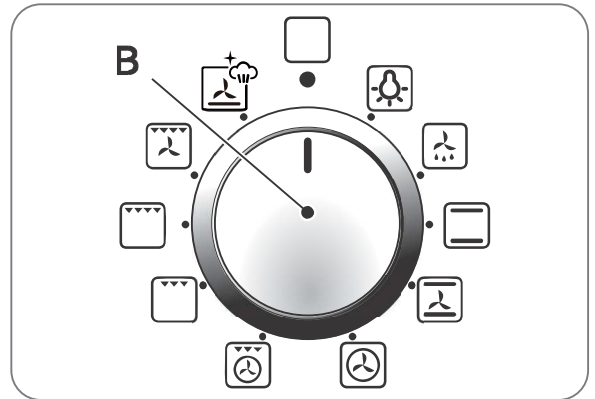
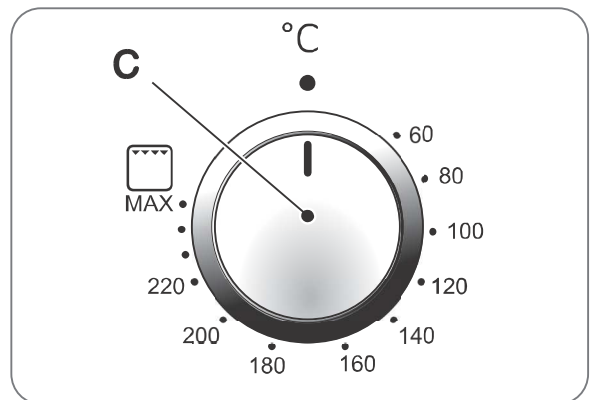

Abb. 4.2
Abb. 4.3
Zum Einschalten und Verwenden des Backofens im manuellen Modus (mit Ausschluss des Garprogramms) genügt es, den Drehknopf zur Auswahl des Garmodus (**B**, **Abb. 4.2**) in die gewünschte Position zu stellen und dann die Temperatur mit dem Thermostatdrehknopf (**C**, **Abb. 4.3**) einzustellen.
- 3 - Stellen Sie mit dem Drehknopf zur Auswahl des Garmodus (**B**, **Abb. 4.2**) die gewünschte Garfunktion ein und verwenden Sie den Drehknopf (**C**, **Abb. 4.3**), um den Thermostat einzustellen.